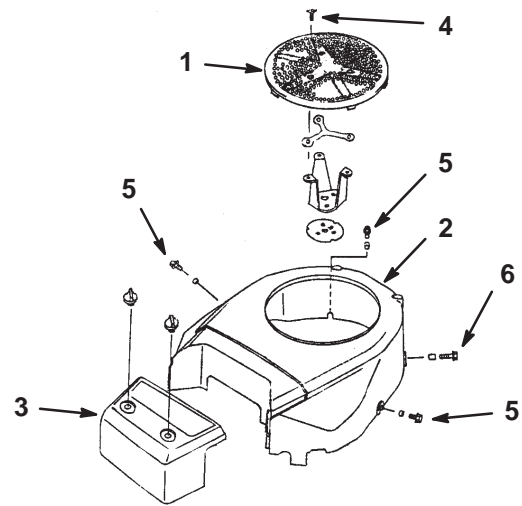

Figure 33
2. Déposez la grille d'entrée d'air, le couvercle du filtre à air, le boîtier du ventilateur et les boulons (Fig. 33).
4. Reposez la grille d'entrée d'air, le couvercle du filtre à air, le boîtier du ventilateur et les boulons (Fig. 33). Serrez les boulons à 5,8 Nm.